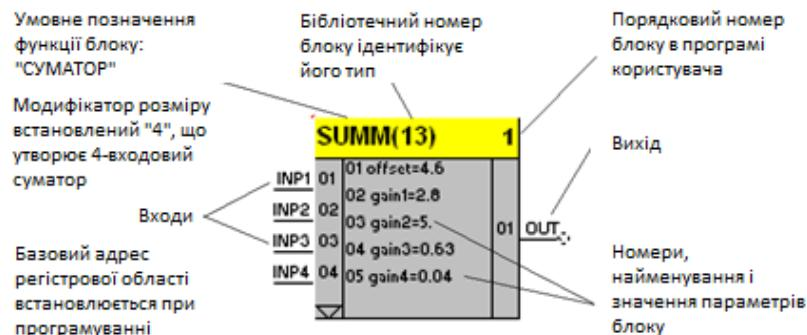

Рисунок 2.2 - Функціональний блок суматора
**Функціональний блок** - це графічне зображення виклику однієї з функцій. Графічно кожен функціональний блок можна подати у вигляді прямокутника (див. рис. 2.2), всередині якого є позначення функції, яку виконує блок. Входи функціонального блоку з'єднуються зв'язками з іншими блоками. Один або кілька функціональних блоків з'єднані зв'язками між собою, утворюють програму на мові FBD.
Так, наприклад, на рис.2.2, на вхід суматора надходить 4 сигналі. Ці сигнали підсумовуються з урахуванням відповідних масштабних коефіцієнтів, які вказані в параметрах, додається зміщення і результатуючий сигнал надходить на вихід функціонального блоку.
Таким чином, на вихіді функціонального блоку суматора формується сигнал, який залежить від вхідних сигналів і встановлених параметрів і для прикладу на рис. 2.2 може бути представлений математичною залежністю: